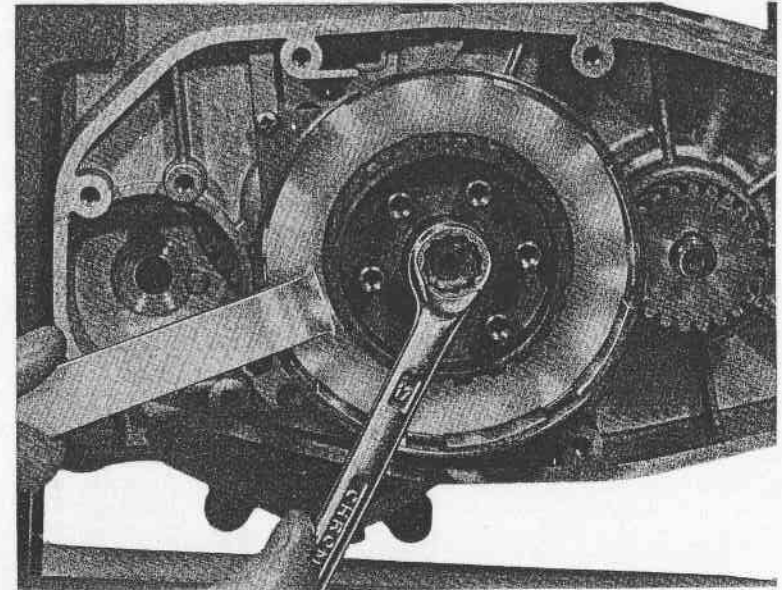

Fig. 16 - Démontage de l'écrou de fixation de la noix
- Retirer l'écrou de fixation avec une clé de 17 m/m. Pour cette opération bloquer le plateau avec une clé special n° 000532500 (Fig. 16).